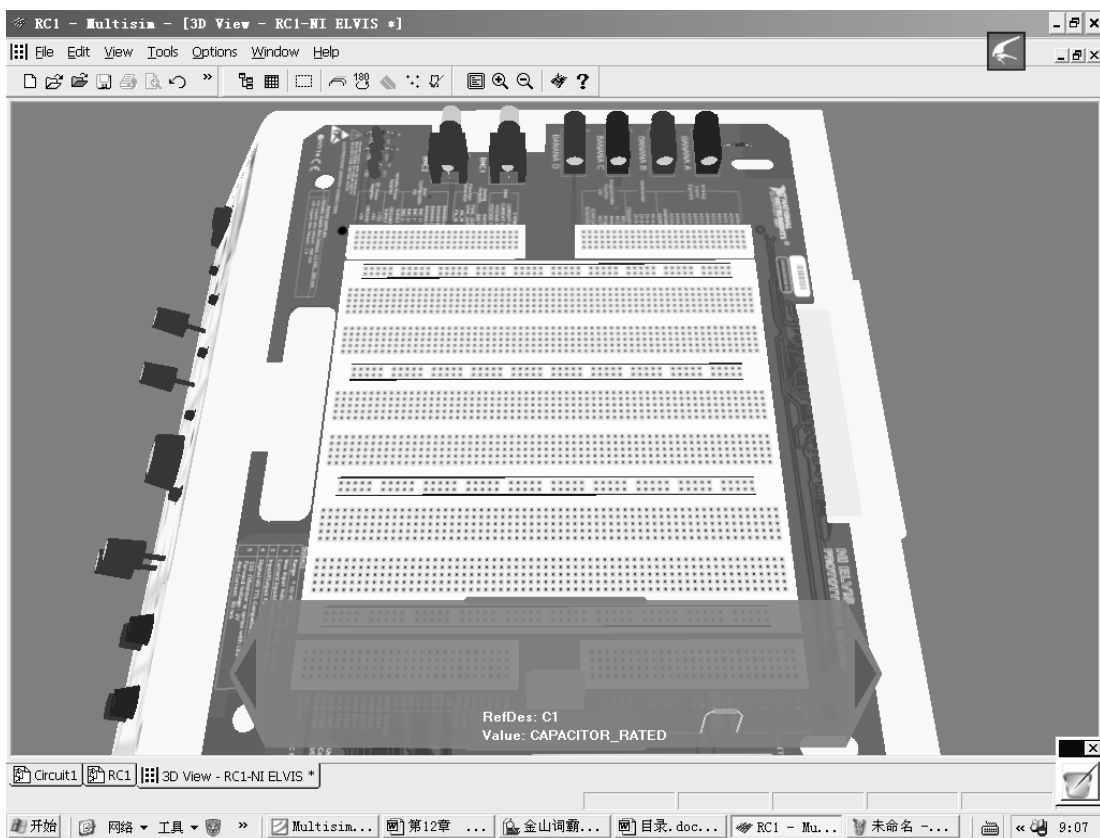

图 11-19 所需滤波器元器件在 3D VIEW 原型界面上
3) 电路原理图设计完后，再把 Virtual ELVIS I Schematic 操作界面，切换到虚拟 3D VIEW 操作界面。发现所需滤波器元器件已经在 3D VIEW 原型界面上，本案例中只有电容和电阻两个元件，如图 11-19 所示。